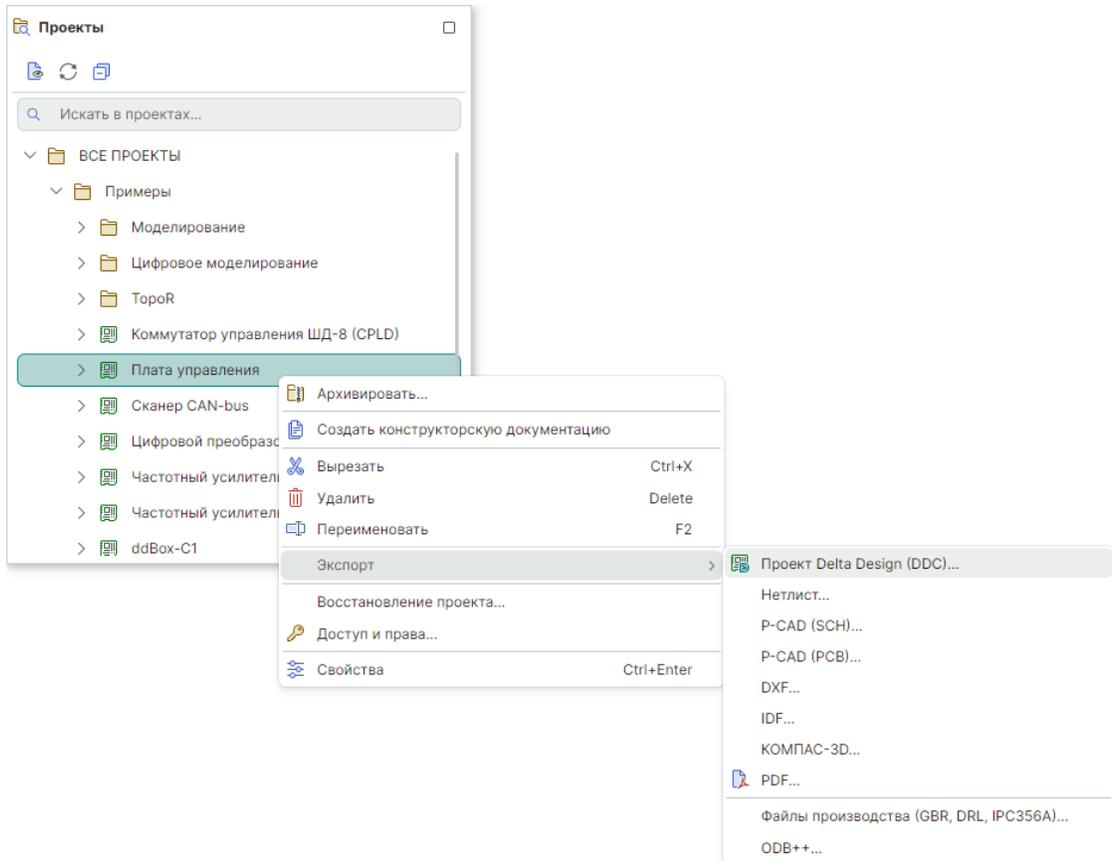

Рис. 70 Экспорт проекта в формате *.ddc
2. Вызовите контекстное меню, перейдите в раздел «Экспорт» и выберите пункт «Проект Delta Design (DDC)...», Рис. 70.